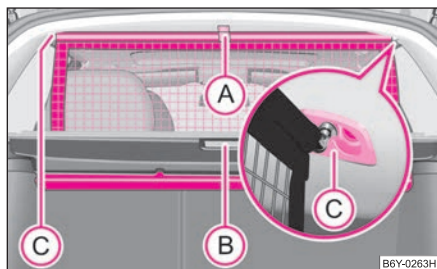

Fig. 61 Dérouler le filet de séparation
- Sortez le filet de séparation du boîtier **(B)** au niveau de la bride **(A)** pour le tirer en direction des supports **(C)** ⇒ fig. 61.